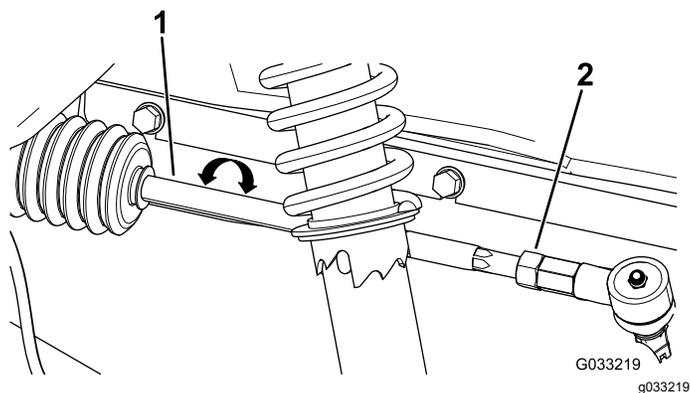

図 58
2. 前後の測定値の差が所定範囲0-6 mmにならない場合は、タイロッドの外側端部にあるジャムナットをゆるめて調整を行う図 58。